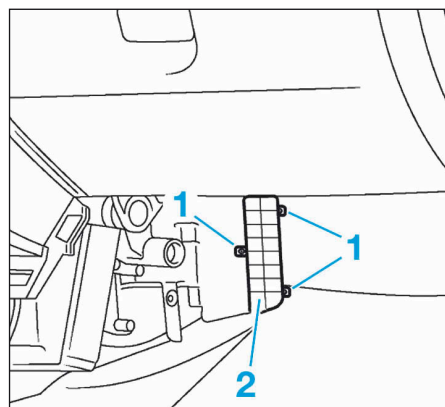

FIG.2
• Dans l'habitacle, côté passager avant, déposer (Fig.2) :
- les vis (1),
- le couvercle (2),